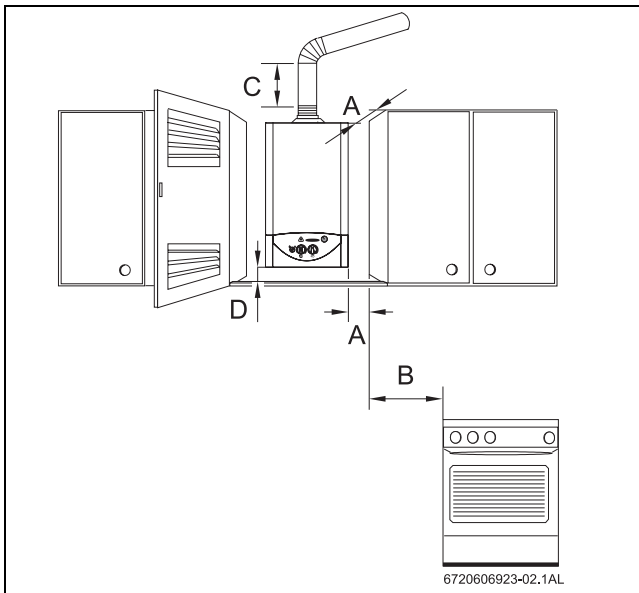

Рис. 6 Мінімальні відступи
- доступу до всіх узлів на випадок проведення ремонтно-профілактичних робіт. Слід дотримуватись мінімальних відступів, зазначених на Рис. 6.